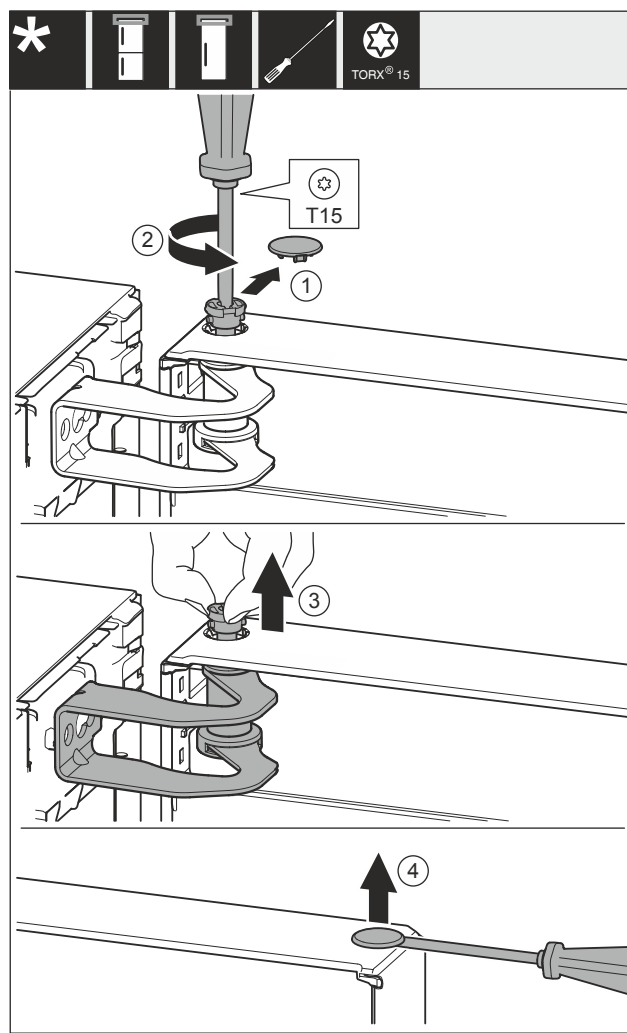

Fig. 29
- Noņemiet pārsegu Fig. 29 (1) uzmanīgi.
- Izskrūvējiet mazliet tapu Fig. 29 (2) ar skrūvgriezi.
- Izvelciet ar pirkstiem tapu Fig. 29 (3).
- Paceliet uzmanīgi ar skrūvgriezi un noņemiet pārsegu Fig. 29 (4).